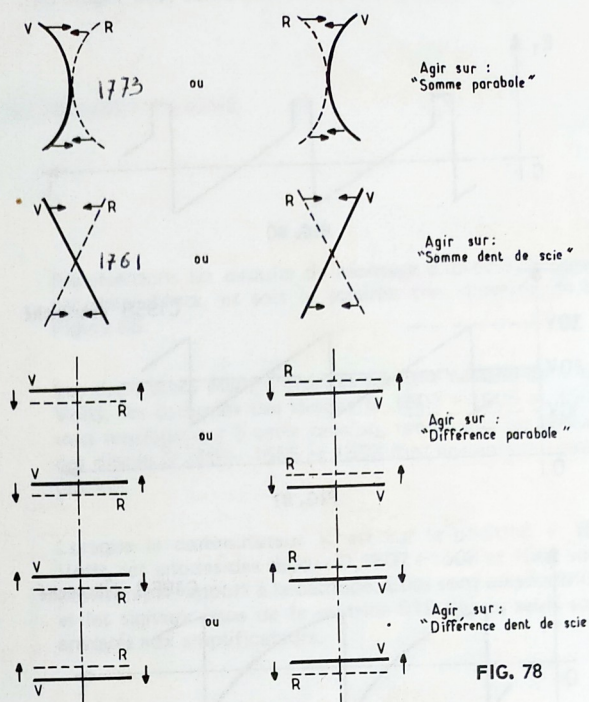

FIG. 78
- La Figure 78 donne les défauts rencontrés sur la ligne centrale verticale, en ce qui concerne le vert et le rouge.